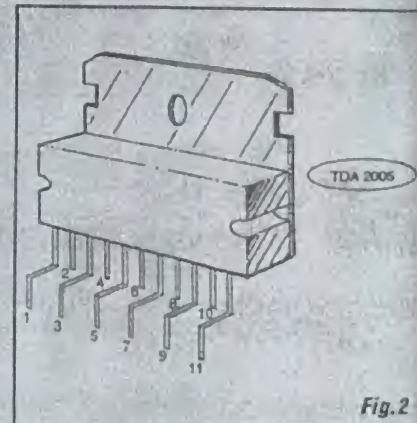

Fig. 2
- FIG. 2 - O JEITÃO DO MONSTRINHO... - Como não é um componente usado com frequência nas montagens mostradas em APE, vale uma representação do 2005, em sua aparência e pinagem, para que a "turma" possa melhor conhecer o "bicho"... Externamente, ele guarda o mesmo formato geral de transistores de Potência com envoltório em *epo*-